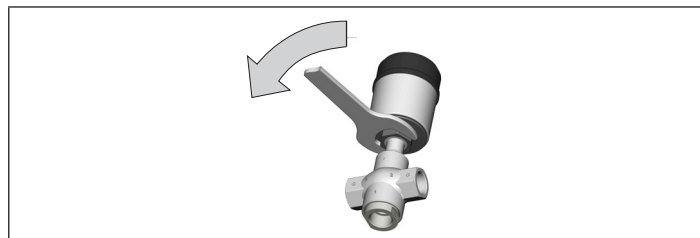

Fig. 3 : Tourner l'actionneur
- ▶ Tournez l'actionneur **uniquement** dans le sens prescrit (voir „Fig. 3 : Tourner l'actionneur“).